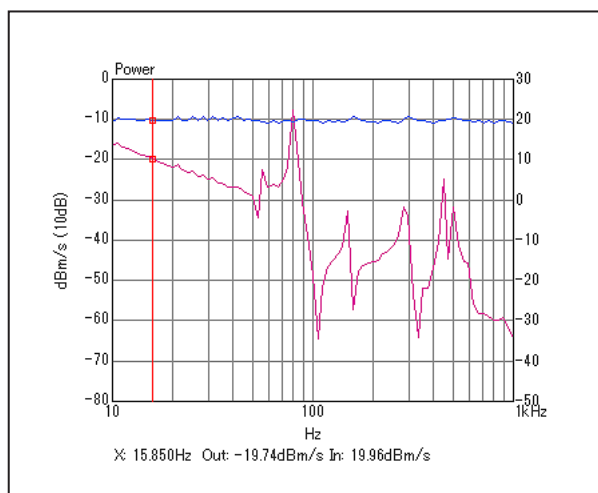

図6 サインスイープでのCh1とCh2のパワースペクトル結果
- ⑧ コマンドツールバーの「STRAT」ボタンを押して、計測をスタートさせます。図6は、基準加速度（Ch1、青線）と応答振動速度（Ch2、ピンク線）のパワースペクトルです。Ch1がほぼ一定値（20 dB、10 m/s²）で加振していることがわかります。